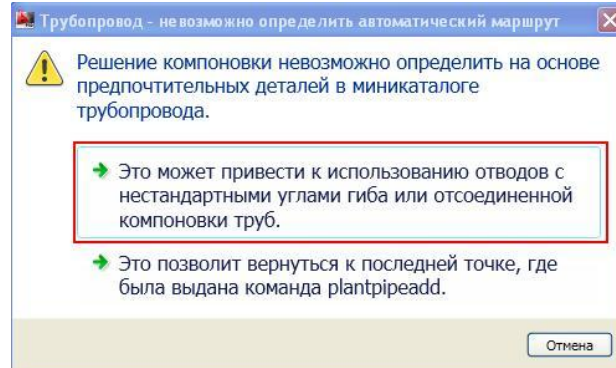

Рис. 84
- Если появится сообщение, как на Рис. 84, выберите первый вариант.